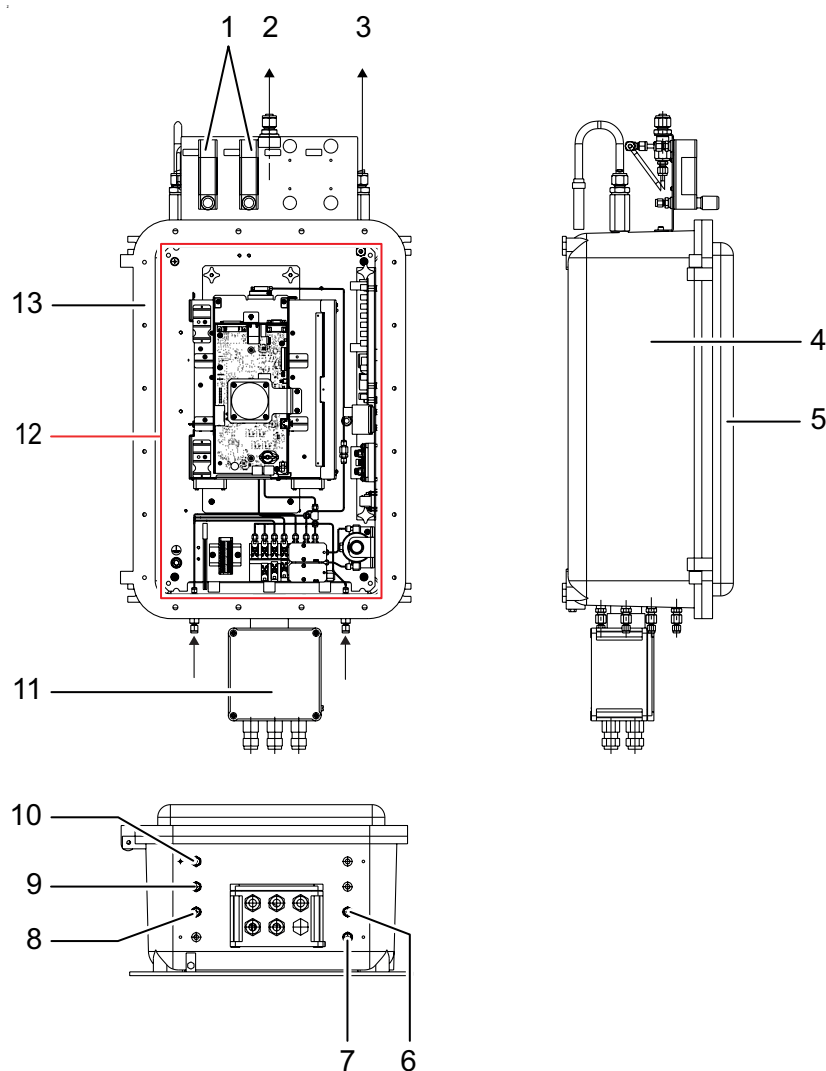

Abb. 2: PGC 9301 mit Gehäuse zur Wandmontage
- PGC 9301 mit Gehäuse zur Wandmontage (vgl. Abb. 2)